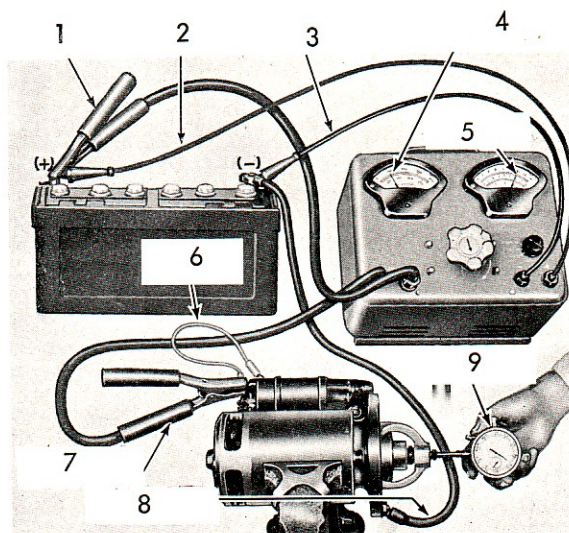

Fig. 53.
2. **Démarreurs Ø 127 mm.** Procéder à l'essai à vide du démarreur en se référant à la Fig. 53.